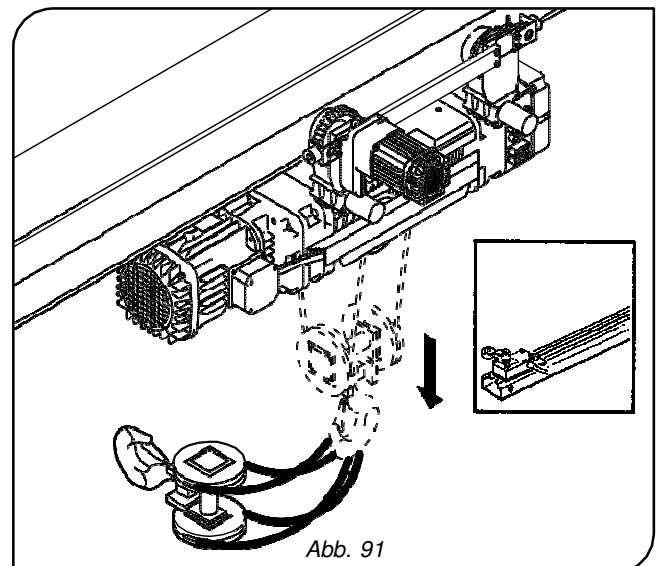

Abb. 91
- Der Endschalter für die Senkbewegung MUSS je nach tatsächlichem Hakenweg eingestellt werden. Die Einstellung des Senkwegs ist ebenso nötig, um zu vermeiden, dass der Haken auf dem Boden aufliegt und so zu einem Schlingern der Seile führt (Abb. 91).